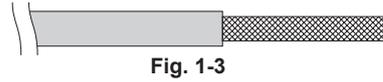

Fig. 1-3
- (1) Quitar el aislamiento del cable sin dañar el apantallamiento trenzado. Fig. 1-3